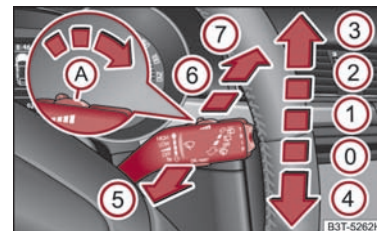

Abb. 64 Scheibenwischerhebel
Der Scheibenwischerhebel ⇒ Abb. 64 hat folgende Stellungen:
- Ist das langsame ② ⇒ Abb. 64 oder schnelle ③ Wischen eingeschaltet und die Geschwindigkeit des Fahrzeugs sinkt unter 4 km/h, wird automatisch in eine niedrigere Wischstufe geschaltet. Bei der Geschwindigkeitserhöhung über 8 km/h wird das vorherige Wischen wieder hergestellt.
Ist der Scheibenwischerhebel in der Stellung ② ⇒ Abb. 64 bzw. ③ kommt es bei einer Geschwindigkeit von mehr als 5 km/h alle 30 Sekunden bzw. 10 Sekunden zu einem Wischvorgang der Heckscheibe.
- Drücken Sie fünfmal hintereinander innerhalb von 5 Sekunden den Bedienungshebel in die Stellung ⑥ ⇒ Abb. 64.
Zum Reinigen der Scheinwerfer kommt es nach dem ersten und nach jedem fünften Bespritzen der Frontscheibe, wenn das Abblend- oder Fernlicht eingeschaltet ist und der Scheibenwischerhebel ca. 1 Sekunde in der Position ⑤ ⇒ Abb. 64 gehalten wurde.
- Drücken Sie danach innerhalb von 10 Sekunden den Scheibenwischerhebel in die Position ④ ⇒ Abb. 64 - die Wischerarme fahren in die Servicestellung.